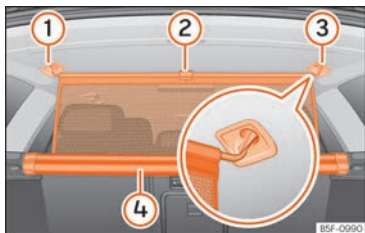

Abb. 179 Im Kofferraum: Trennwandnetz einhängen.
- Ziehen Sie die Lasche »» **Abb. 179** (2) nach oben, um das Netz aus dem Einsatz (4) zu nehmen.
- Hängen Sie die Netztrennwand an der rechten Seite (3) (vergrößerte Darstellung) ein.
- Hängen Sie die Netztrennwand an der Aufnahme der linken Seite (1) ein, indem Sie an der Stange ziehen.